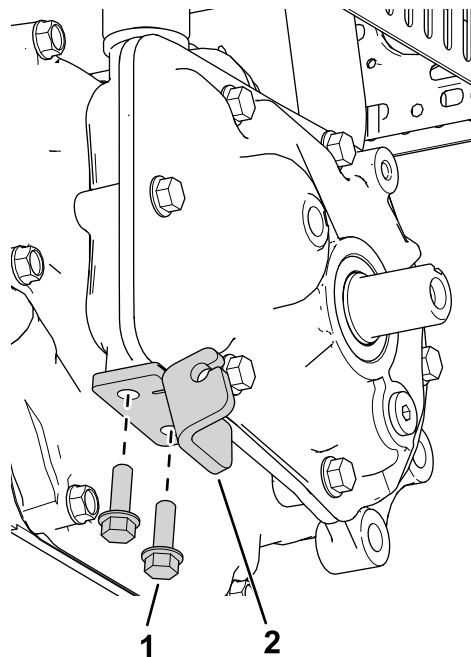

Figura 1
1. Instale el disco del embrague con 2 pernos ($\frac{1}{4}$ " x $\frac{3}{4}$ "), como se muestra en la Figura 1.